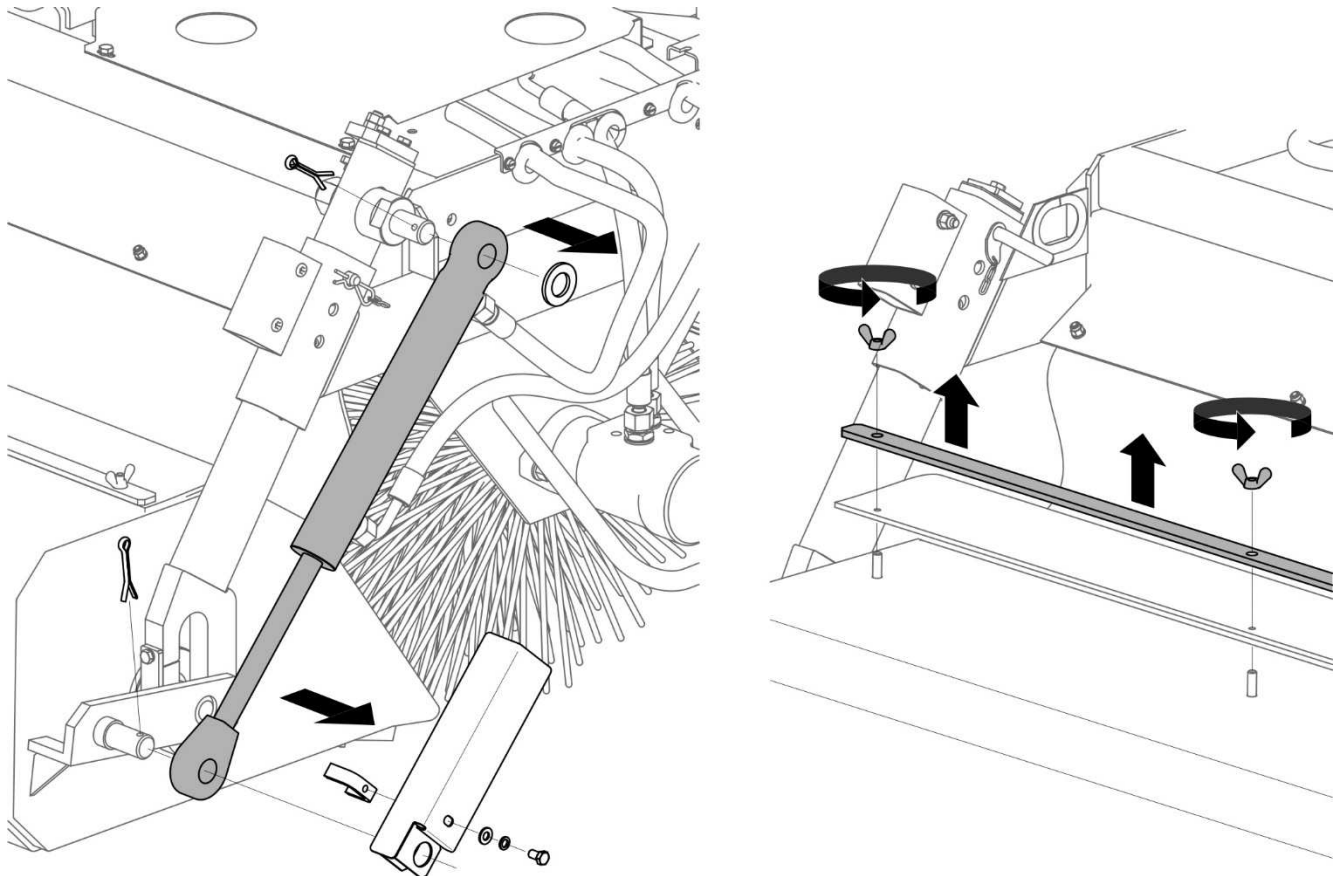

FIGURE 4.6 Démontage du cylindre hydraulique et de la règle du tablier en caoutchouc
- Retirer les goupilles transversales dans les points de fixation du cylindre hydraulique, afin de l'enlever entièrement (FIGURE 4.6)
- Ensuite, il faut dévisser les écrous à oreilles (FIGURE 4.6) du tablier en caoutchouc, afin d'enlever le bornier. Dans la fonction de balayage sans bac, le tablier sert à protéger contre les particules projetées et se tient dans la position flottante.